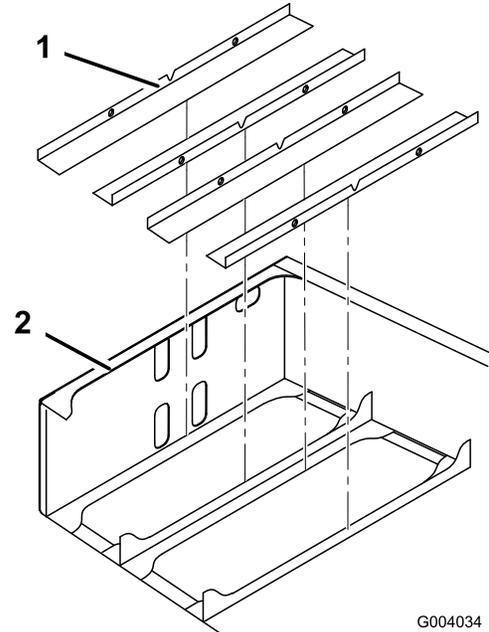

Figura 9
2. Instale las almohadillas de la bandeja de la batería en el bastidor trasero, según se muestra en Figura 9.